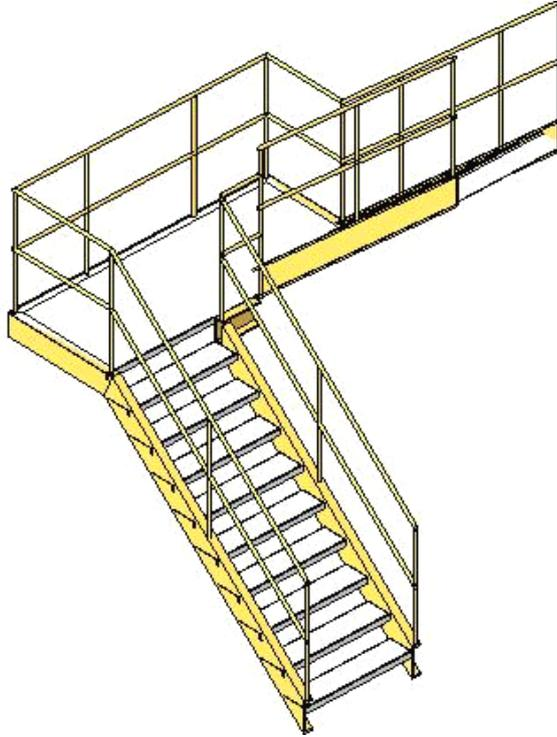

图 24.2-10
- 3、带 C 型踢边梁的钢梯：需要将扶手替换为“带 C 型踢边梁的扶手”，因为 Revit 中楼梯本身无法修改踢边梁截面轮廓。第一根横向扶手高度 1050mm，第二根横向扶手高度 550mm（如图 24.2-10 所示）。